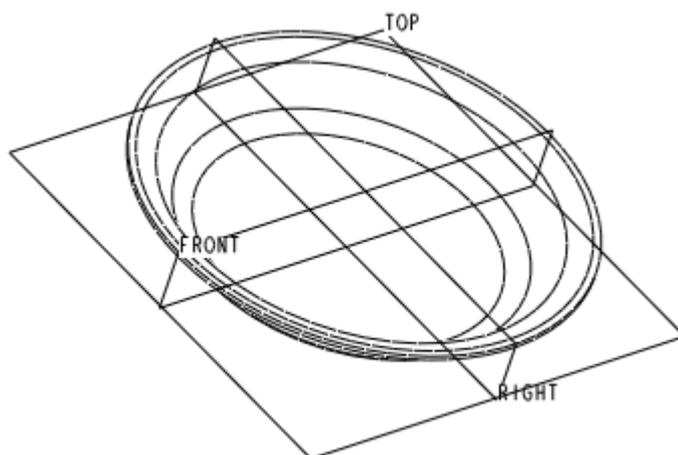

图 56-5
- (4) 单击 ，完成草图绘制返回特征操控板，单击 ，完成特征建立，如图 56-5 所示。